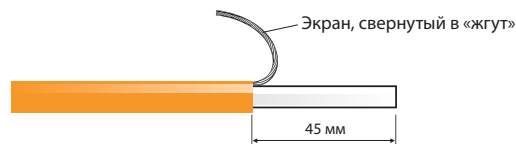

Рисунок 2
5.3. Экран, свернутый в жгут, (см. рис. 2) соединять с заземляющим проводом желто-зеленого цвета.
4.3. На каждом отрезке кабеля расплести экран, скрутить в «жгут» и отогнуть его к оболочке кабеля согласно рис. 2.